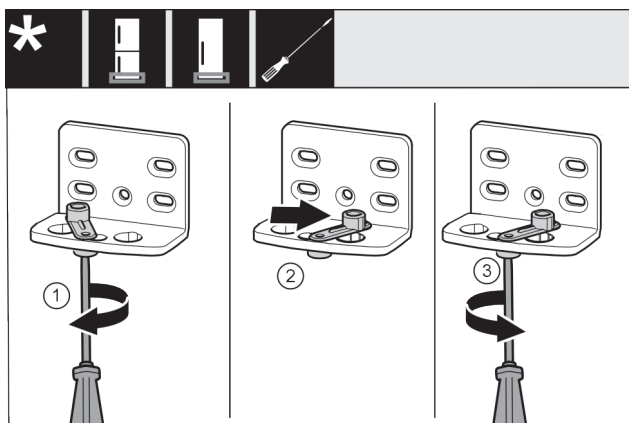

Fig. 13
- Schroef Fig. 13 (1) met een schroevendraaier losdraaien.
- Deursluit hulp Fig. 13 (2) optillen en 90° naar rechts in de boring draaien.
- Schroef Fig. 13 (3) met een schroevendraaier vastschroeven.